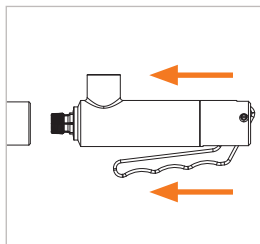

Abbildung 5
- ▶ Stecken Sie den Adapter mit gedrückten Handhebel (Pos. 2) gerade und soweit in den Prüfling ein, bis die Frontdichtung (Pos. 7) den Prüfling berührt (*Abbildung 5*). Dadurch wird eine Beschädigung der Frontdichtung durch eventuell scharfe Kanten am Prüfling vorgebeugt und das richtige Anschließen gewährleistet.